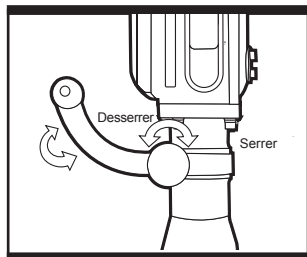

Fig. 3
4. INSTALLATION DE LA POIGNEE AUXILIAIRE (Fig. 3)
Fixer la poignée auxiliaire (5) comme présenté sur la Fig. 3. S'assurer que la poignée auxiliaire est parfaitement ajustée et serrée à l'aide de la molette de serrage de la poignée auxiliaire (4).